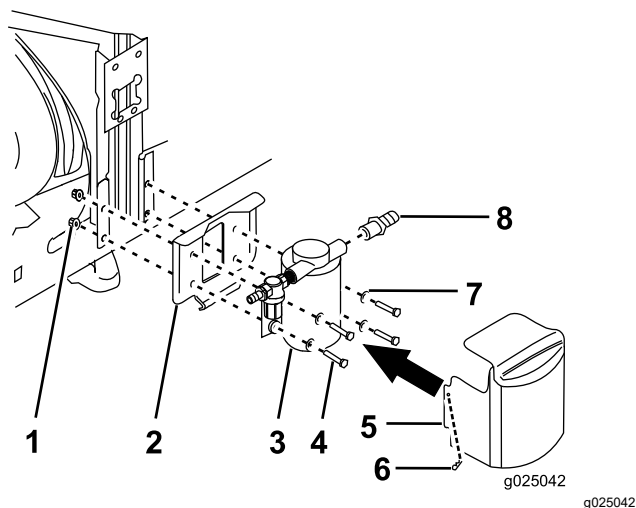

Figure 23
3. Fixez la pompe de rinçage et son support sur le support de vanne (**Figure 23**) au moyen des 4 boulons (1/4 x 1-3/4 po), 4 rondelles (1/4 po) et 4 écrous à embase cannelés (1/4 po).